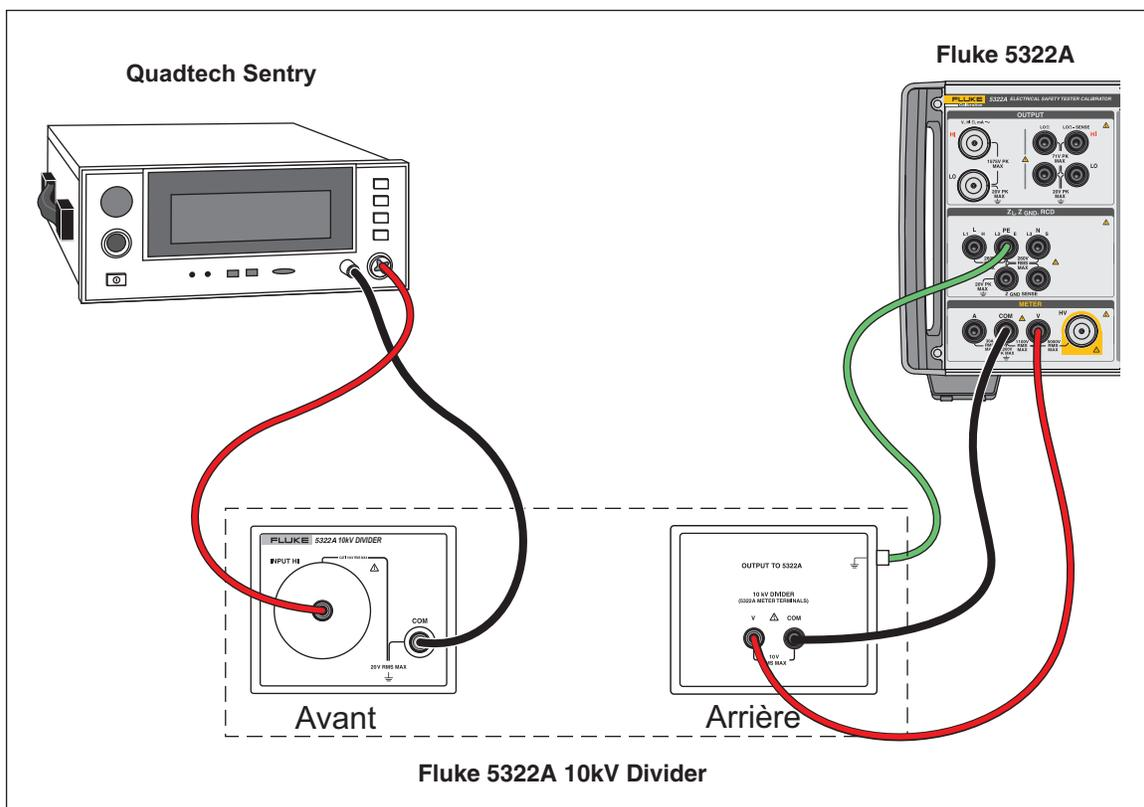

Figure 61. Application du diviseur 10 kV
2. Connectez l'appareil testé via le diviseur 10 kV et l'outil d'étalonnage. Voir la Figure 61.